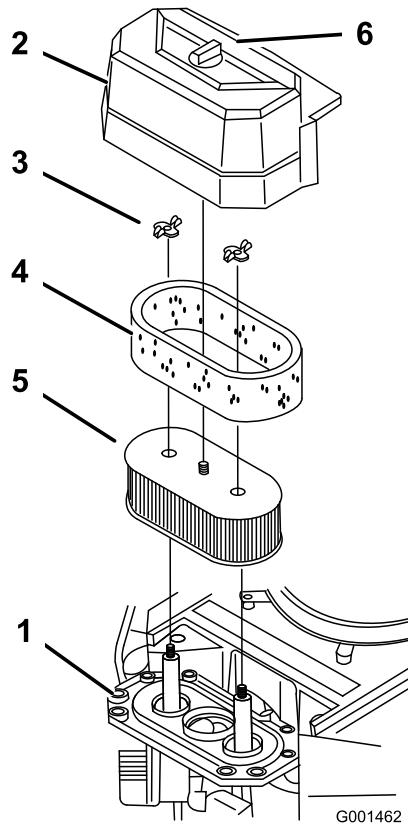

Bild 29
3. Reinigen Sie den Bereich um den Luftfilter herum, um zu verhindern, dass Schmutz in den Motor fällt und Schäden verursacht (Bild 29).
4. Schrauben Sie das Handrad los und entfernen Sie die Luftfilterabdeckung (Bild 29).
5. Nehmen Sie die zwei Flügelmuttern und dann den Luftfilter ab (Bild 29).
6. Ziehen Sie das Schaumelement vorsichtig vom Papierelement (Bild 29).
1. Reinigen Sie nicht den Papierfilter. Tauschen Sie ihn nach jeweils 200 Betriebsstunden aus (Bild 29).
1. Schieben Sie das Schaumelement vorsichtig auf das Papierluftfilterelement (Bild 29).
2. Schieben Sie den Luftfilter auf das Luftfilterunterteil und befestigen Sie ihn mit den 2 Mutter (Bild 29).
3. Setzen Sie die Abdeckung des Luftfilters auf und ziehen Sie das Abdeckhandrad fest (Bild 29).